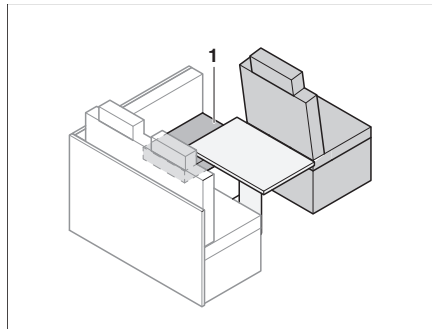

Bild 158 Vor dem Umbau
- Sitzpolster (Bild 158,1) zur Seite legen.